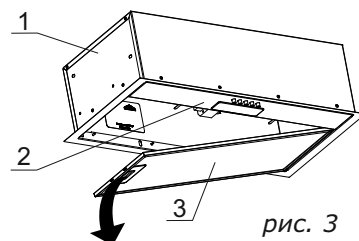

рис. 3
- Снимите алюминиевый фильтр КВ: нажмите на пружинный замок на алюминиевом фильтре и затем потяните его вниз (рис. 3).
- снимите алюминиевый фильтр (рис. 3);
8.3 Для очистки алюминиевого фильтра извлеките его из вытяжки (рис. 3) и произведите его очистку с помощью щетки горячим водным раствором моющего средства вручную или в посудомоечной машине при (60°C). Старайтесь не гнуть фильтры при мойке. Возможное изменение цвета фильтра, с течением времени, не приводит к снижению эффективности его действия. Сильно загрязненный фильтр не следует мыть в посудомоечной машине.